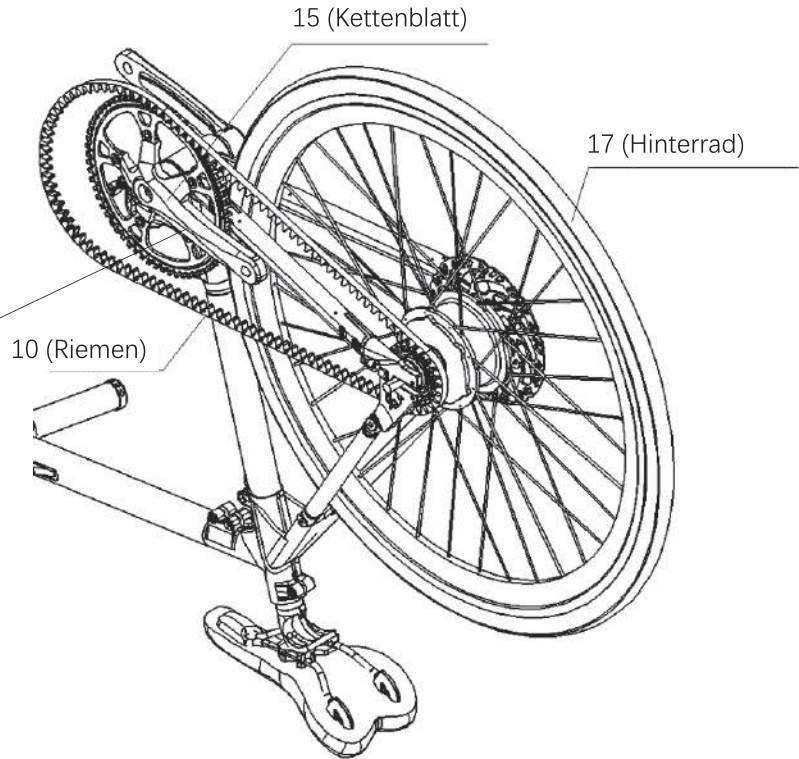

Abb. 31
f. Decken Sie die Oberseite von Teil 15 mit Teil 10 ab und bringen Sie die Mitte von Teil 10 mit der Mitte von Teil 15 in Eingriff. Drehen Sie die Kurbel an Teil 15 gegen den Uhrzeigersinn, damit Teil 10 Teil 15 vollständig abdeckt, wie in Abb. 31 gezeigt.